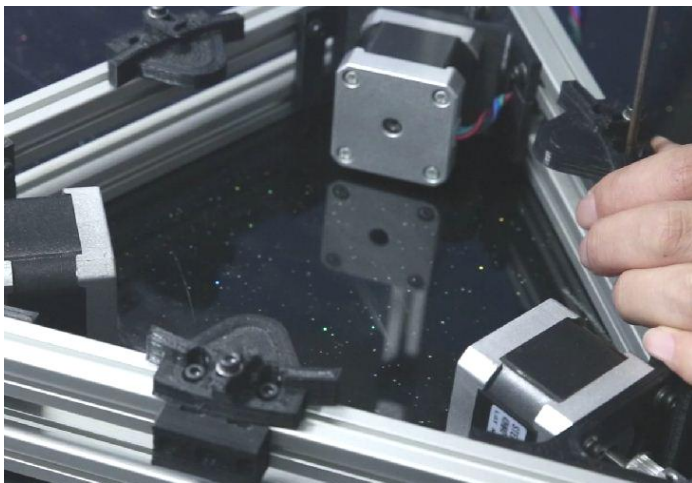

图 5-93 安装 FSR 固定座
1) 将 3 个 FSR 固定座分别安装到底边框架型材上，如图 5-93 所示。